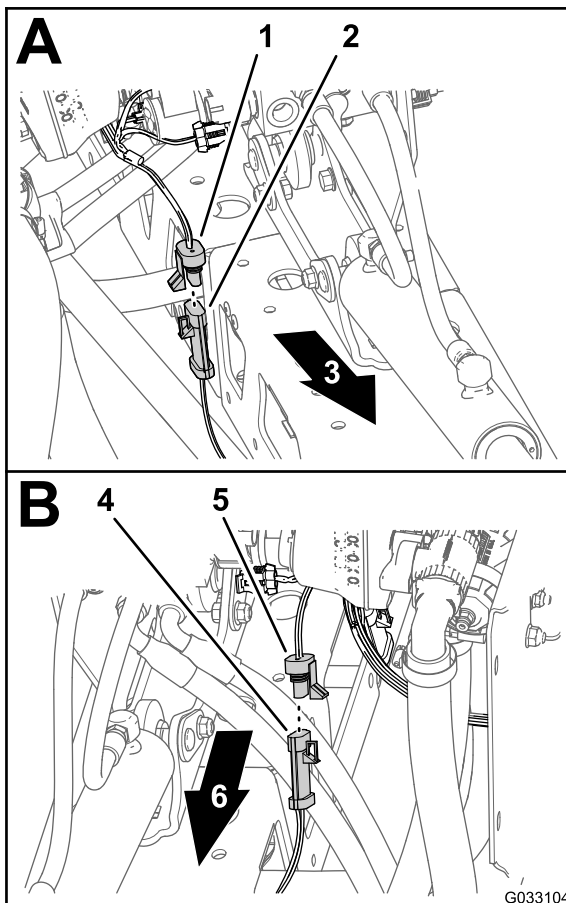

Figure 18
1. Débranchez le connecteur à 3 douilles du faisceau de rampe sonique du connecteur à 3 broches du câble du capteur ultrasonique droit (Figure 18)
- Débranchez le connecteur à 3 douilles du faisceau de rampe sonique du connecteur à 3 broches du câble du capteur ultrasonique gauche (Figure 18)